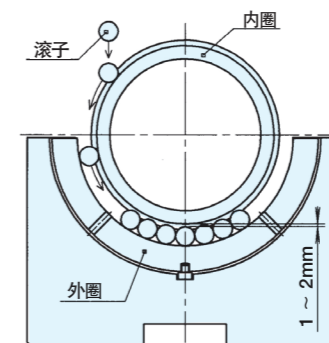

图16 组装轴承下半部分的滚子
(1)设置轴承箱(下)后, 在轴承的内外圈之间插入滚子。此时要在滚子上涂抹尽量多的润滑脂, 将其逐一嵌入内圈滚道, 通过滑动的方式插入。(参考图16)